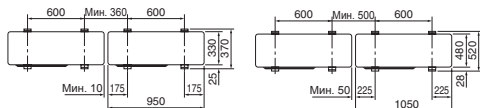

Fig. 3-1
- Непременно монтирайте тялото на здрава, равна повърхност, за да предотвратите тракащи звуци по време на работа. (Fig. 3-1)